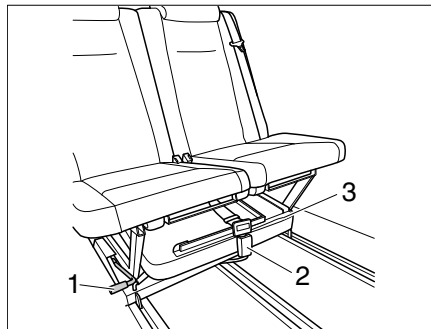

Bild 3 Sitzbank verschieben
- Gurtschloss (Bild 3,2) öffnen und Bettverlängerung (Bild 3,3) herausnehmen.
- Positionierungshebel (Bild 3,1) ziehen und Sitzbank nach vorne schieben.